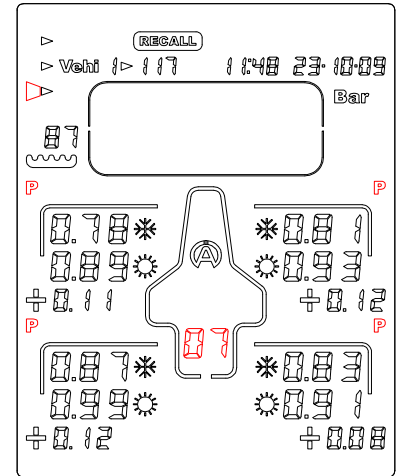

Figura 10
- 4) Com o botão  ou  , seleccione o "**CADRAN**" (*figura 10*)
No exemplo "Figura 10", o Tyrecontrol apresenta relativamente ao veículo 1, a primeira fase de dados do último "Conjunto" gravado, isto é, as pressões dos pneus antes  e depois da  corrida + os desvios.